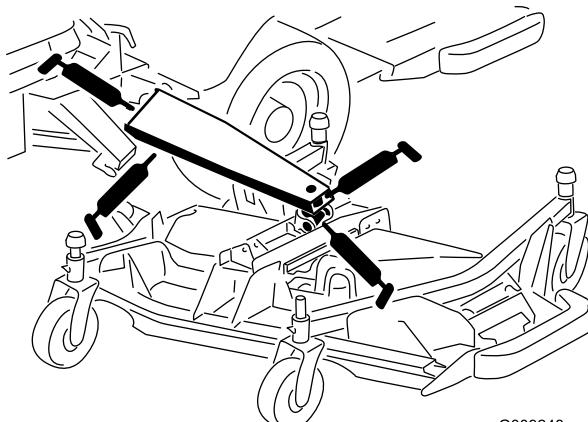

Figura 75
- 3 casquilhos do braço de elevação principal (Figura 75)
- 1 casquillo do cilindro de elevação (Figura 75)